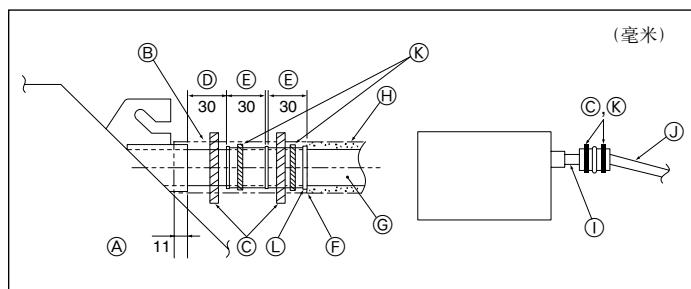

Fig. 3-5
- ⑮ 最多可达500毫米
1. 将排水插座(本机提供)连接至排水口。(Fig. 3-5)